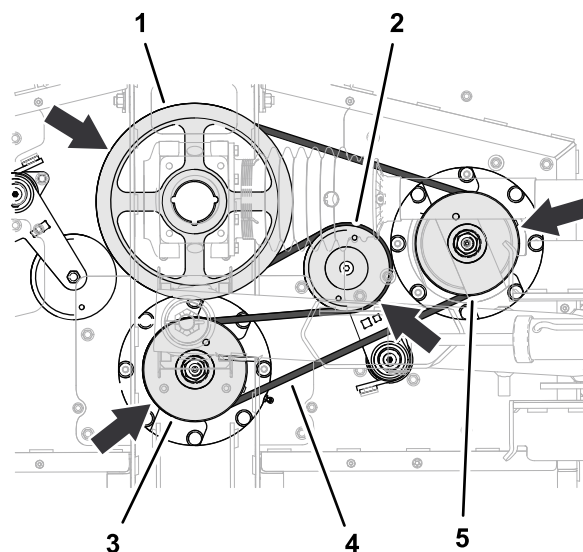

Figure 68
- Acheminez la grande courroie autour de la poulie d'entraînement, dans la gorge supérieure de la poulie d'axe central et autour de la poulie d'axe droit (Figure 68).
- Au moyen d'une poignée articulée ou d'un outil similaire, faites tourner le tendeur dans le sens antihoraire et chaussez la courroie sur la poulie de tendeur (Figure 68).